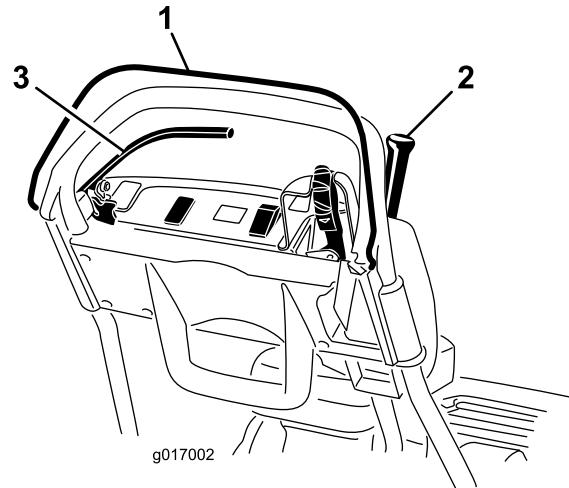

Figure 36
2. Relâchez la commande OPC et essayez d'engager le levier de commande de déplacement (Figure 36). Le levier de commande de déplacement ne doit pas s'engager. Si le levier de commande de déplacement s'engage, le système de sécurité doit être révisé. Corrigez le problème avant d'utiliser la machine.
- OPC (Figure 36). Le levier de commande de déplacement doit s'engager. Si le levier de commande de déplacement ne s'engage pas, le système de sécurité doit être révisé. Corrigez le problème avant d'utiliser la machine.
- Après avoir appuyé sur la commande OPC et déplacé le levier de changement vers la gauche, engagez le levier de commande de déplacement et du cylindre, puis relâchez la commande OPC (Figure 36). Le levier de commande de déplacement doit s'engager. Si le levier de commande de déplacement ne s'engage pas, le système de sécurité doit être révisé. Corrigez le problème avant d'utiliser la machine ; voir Entretien du contacteur de sécurité de déplacement \(page 36\).